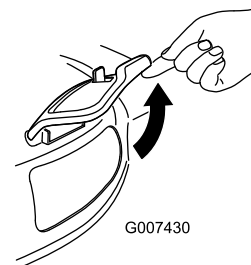

Figure 34
2. Lift open the side-discharge door (Figure 34).